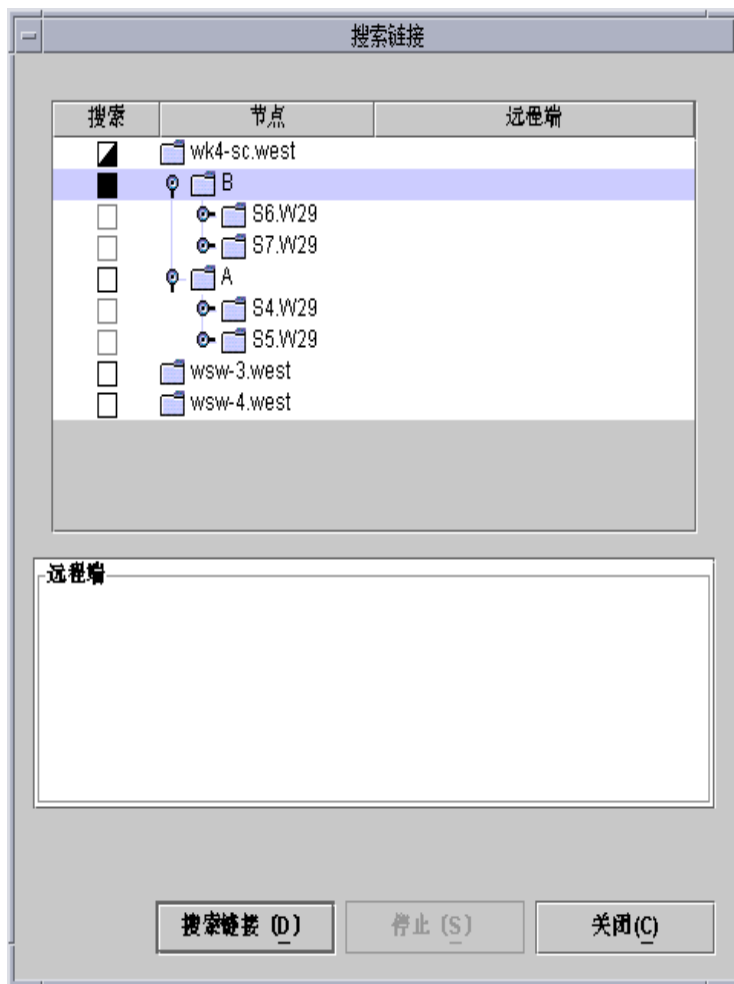

图 8-2 展开了机柜文件夹的搜索链接对话框
- 要获得域级别的链接状态，展开包含感兴趣的域的机柜文件夹。请参见图 8-2。